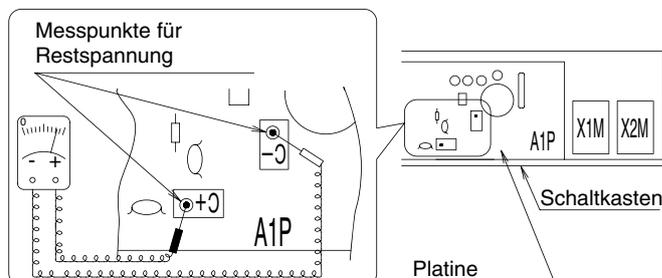

Abb. 3
- Nach Öffnen des Deckels des Schaltkastens messen Sie die Restspannung mit einem Prüfgerät an den Punkten an der Platine, die in **Abb. 3** zu sehen sind, ohne die spannungsführenden Bauteile zu berühren und stellen Sie sicher, dass die Spannung höchstens DC50V beträgt.